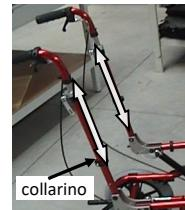

fig. 13.1: Regolazione manici
- **Versione manici di spinta telescopici con blocchetto a leva** (fig. 13.1)